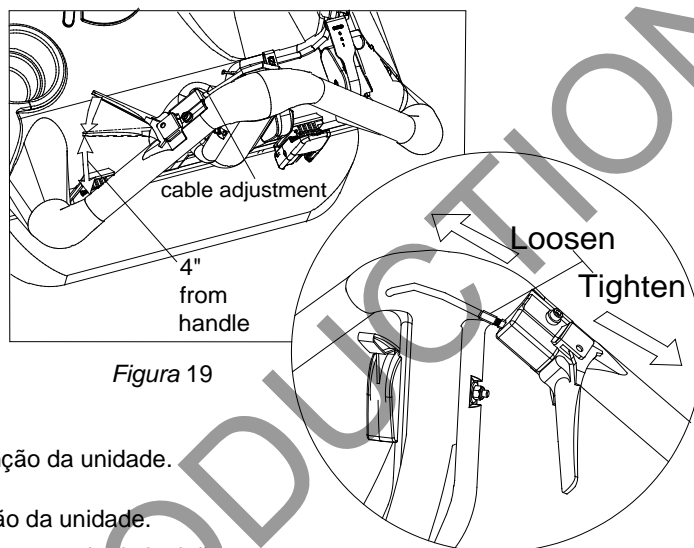

Figura 19
3. Aperte ou afrouxe a porca do ajustador do cabo à alavanca de embreagem até que o acionador engate a 10 cm (4 pol.) a partir do guidão. (Consulte a *Figura. 19* na próxima página)